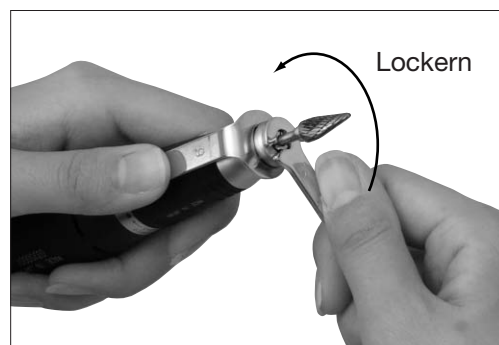

Bild 9
*Bei Benutzung von Werkzeugen mit großen Durchmesser und starker Belastung kann es gelegentlich vorkommen, dass die Spannzange schwer zu öffnen ist. In diesem Fall halten sie die Spindel in den vorgesehenen Schlitzen (siehe Bild 9) mit entsprechendem L-Schlüssel fest, öffnen sie den Werkzeugspannrings und drehen die Spannzange gegen den Uhrzeigersinn mit dem vorgesehenen Schlüssel aus dem Konus.
(2) Reinigung von Spannzange und Spindel